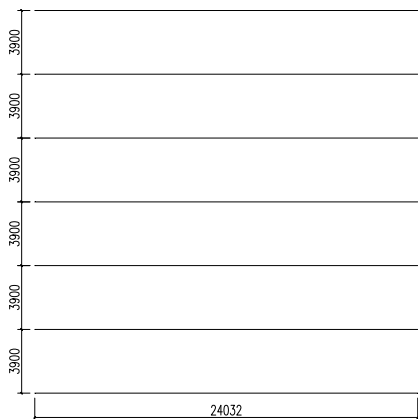

图 14-49 绘制楼面线
① 绘制楼面线。调用 L【直线】命令，绘制直线；调用 O【偏移】命令，偏移直线，结果如图 14-49 所示。